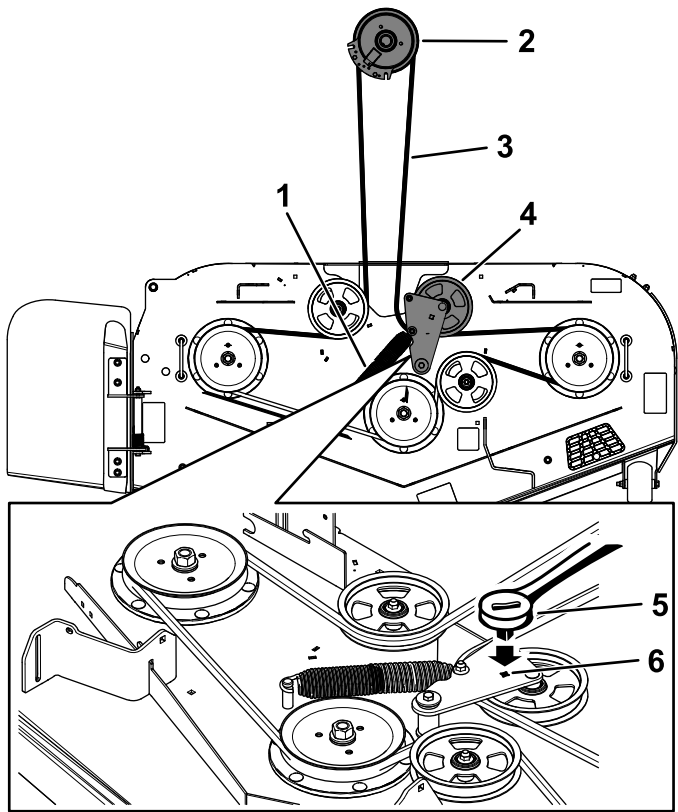

Figure 76
5. Insérez un rochet de $\frac{3}{8}$ pouce dans le trou carré du bras de la poulie de tension pour détendre le ressort de la poulie de tension (Figure 76).
7. Enlevez le guide-courroie situé sur le bras de la poulie de tension rappelé par ressort (Figure 76).
9. Acheminez la courroie neuve autour des poulies du tablier de coupe et de la poulie d'embrayage, sous le moteur (Figure 76).
10. Montez le guide-courroie sur le bras de la poulie tension (Figure 76).
11. Insérez le rochet de $\frac{3}{8}$ pouce et installez le ressort de la poulie de tension (Figure 76).